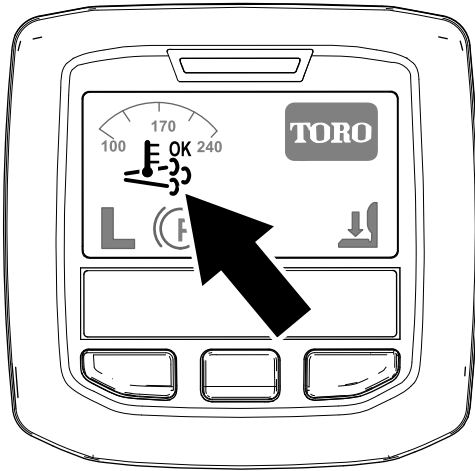

Bild 35
- Das Symbol für die unterstützte bzw. Zurücksetzen-Regenerierung im InfoCenter angezeigt (Bild 35).